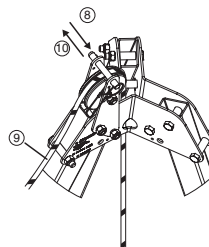

Fig. 10
8. Retirar el husillo de bola que se encuentra encima de la polea de desvío en la parte superior del trípode trápode (Fig. 10, 8).
9. Pasar la driza del aparato derope™ alrededor de la polea de desvío (Fig. 10, 9).
10. Volver a colocar el husillo de bola para impedir que la driza se salga de la polea de desvío (Fig. 10, 10).